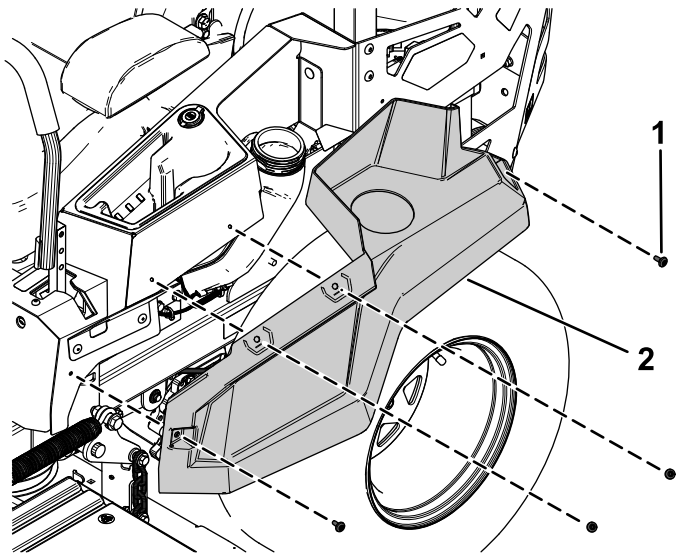

図 4
2. 左側ポッドを固定しているショルダ付きねじ4本を外して左側ポッドを車体から取り外す 図 4。
2. 左側ポッドを取り付ける先ほど取り外したショルダねじ4本を使用する 図 4。